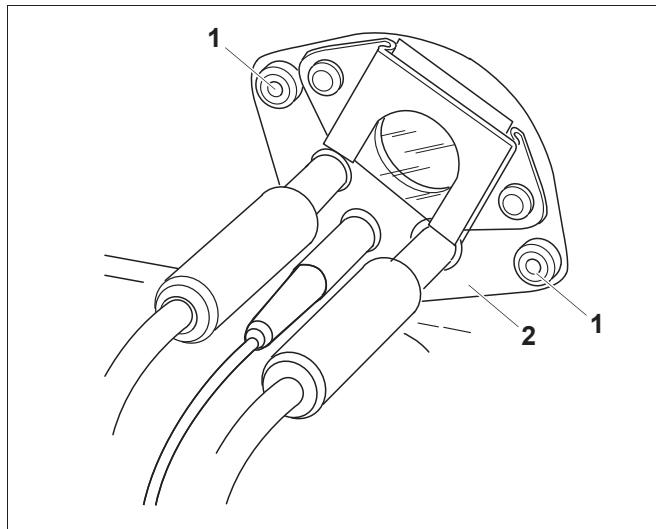

Рис. 25 Крепление электродов
- Отверните винты (рис. 25, поз. 1) на креплении электродов (рис. 25, поз. 2).